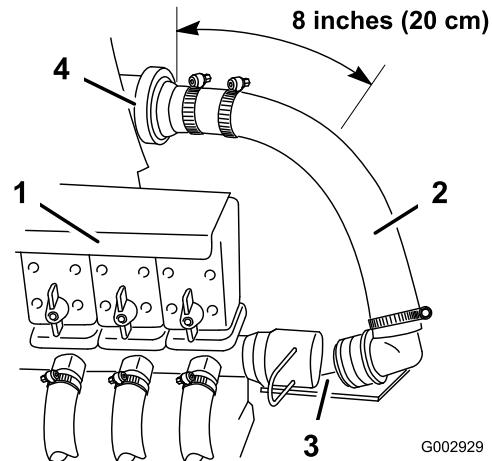

Figure 10
au raccord en T monté à droite des vannes d'alimentation, et débranchez-le (Figure 10).
2. Avec une scie à métaux, coupez le flexible d'alimentation à 20 cm à droite du débitmètre (le cas échéant) ou à 114 cm de distance du raccord en T d'alimentation (situé juste derrière les vannes de la rampe) (Figure 10) Retirez le collier au bout libre du flexible et mettez au rebut le flexible et le raccord.